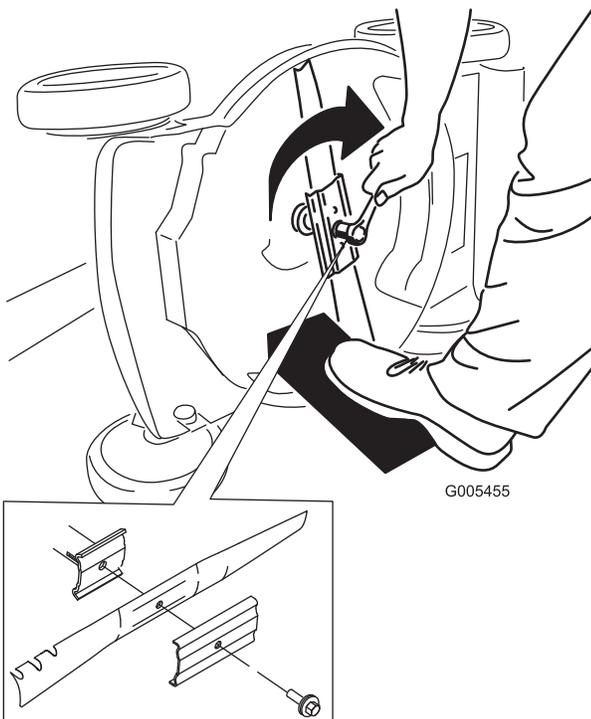

Bild 51
5. Setzen Sie das neue Messer und alle Schrauben auf (Bild 51).